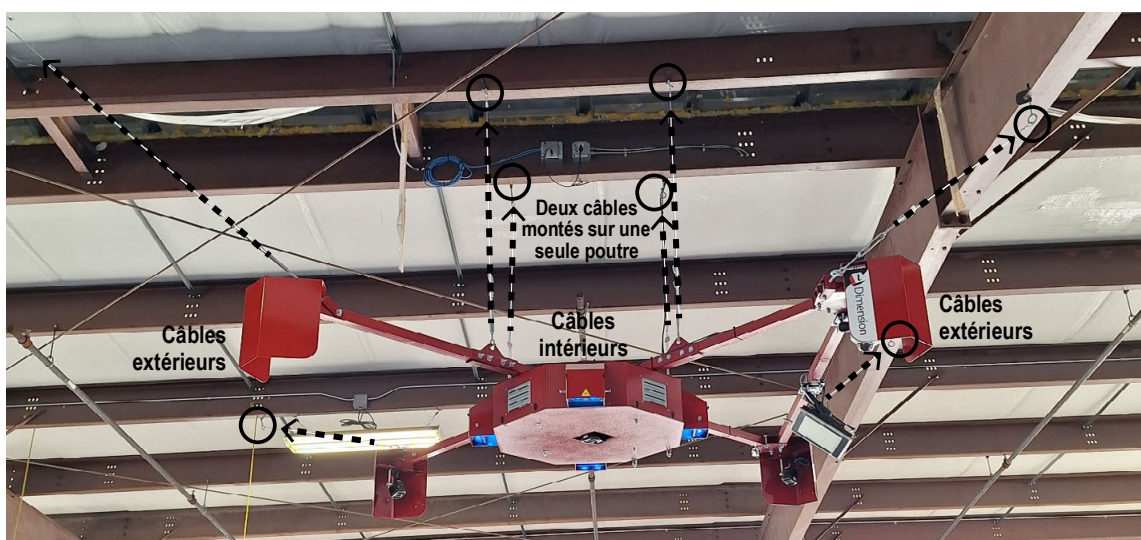

Figure 2. Câbles iDimension
Les câbles intérieurs s'accrochent sur le dimensionneur pour le support tandis que les câbles extérieurs s'écartent vers l'extérieur pour la stabilité (voir Figure 2).
14. Ajuster les tendeurs à une tension opposée uniforme pour soutenir le dimensionneur comme sur la Figure 2, page 2. Le câble extérieur assurera la stabilité.